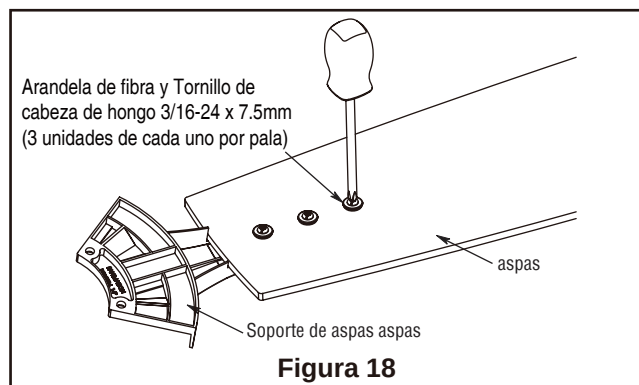

Figura 18
1. Coloque el aspa sobre el soporte de aspas con los pilotes roscados a la vista. Asegúrese de que la parte inferior del aspa se encuentre bien apoyada sobre el soporte. Con un destornillador Phillips, fije los tornillos con cabeza de arandela de 3/16-24 x 7.5 mm para asegurar la placa en el brazo de sujeción de las palas. (Figura 18).